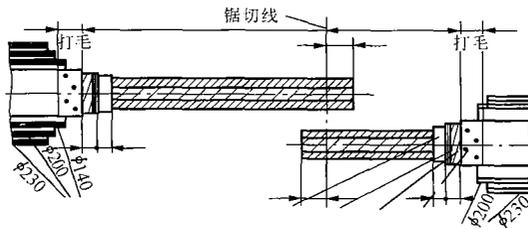

图 E-24
**JeSE2016** 如图 E-24 所示，标出 35kV 交联乙炔电缆预制接头剥切尺寸及结构各部名称。